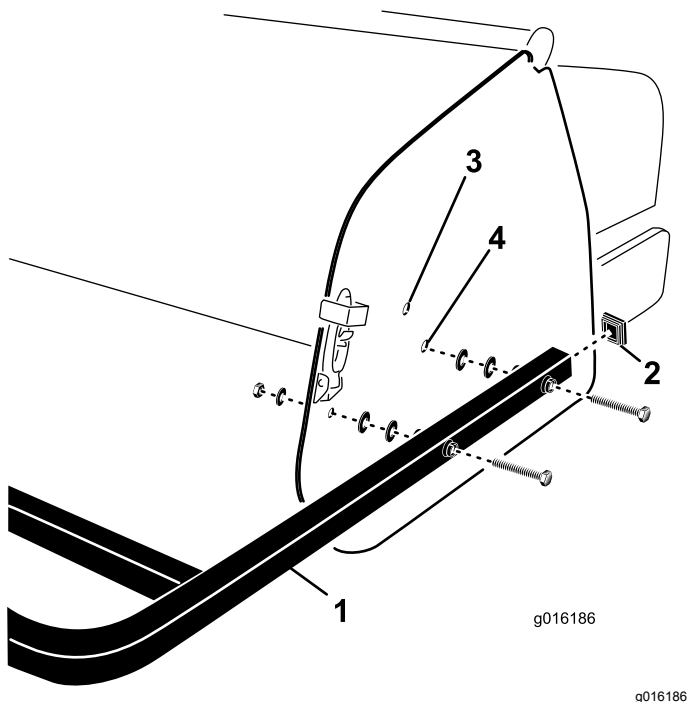

图31
- 将端盖插入各后护罩管的端部 图31。
2. 将后护罩安装管中的孔与打孔机侧板中的孔对齐图31。
3. 使用 4 个螺丝、扁平垫圈和螺母将护罩安装管固定到侧板图31。